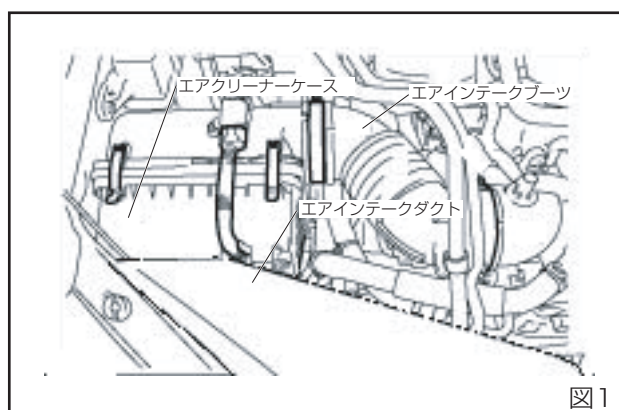
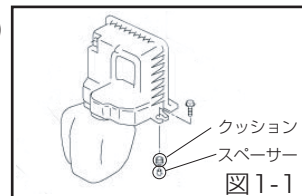

図1
図1-1
- 1, 整備解説書を参考にエアインテークダクト、エアクリーナーケース、エアインテークブーツを取外し、エアクリーナーケースフロント側下部についているクッション、スペーサーを取外します。(図1) (図1-1)